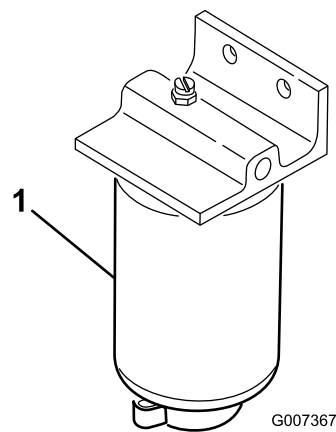

Figura 52
Drene el agua y otros contaminantes del separador de agua (Figura 52) a diario.
2. Afloje el tapón de vaciado en la parte inferior del cartucho del filtro (Figura 52).